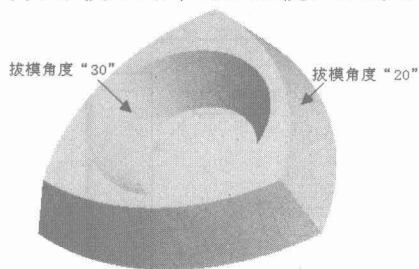
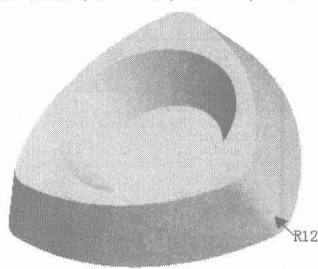

图1-5
图1-6
4. 对实体模型内外侧面拔模, 如图 1-5 所示, 对实体边倒圆角, 如图 1-6 所示。